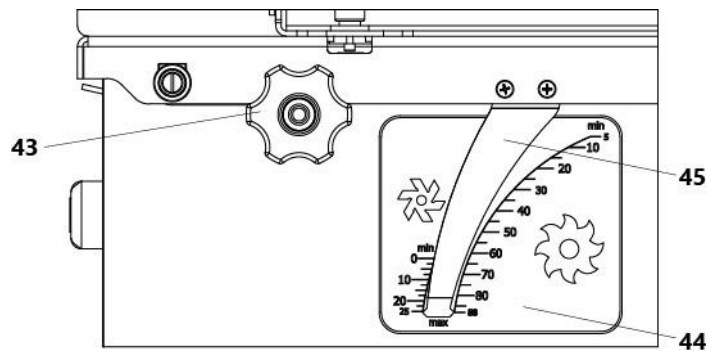

Рисунок 9.
7.2.7 Установка глубины пропила (рис. 9)